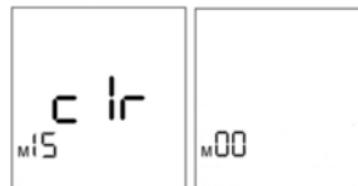

Fig. 11: Borrado de valores registrados
2. Espere hasta que en la pantalla se muestre [c lr] de forma intermitente (Fig. 11).
- ⇒ Se escuchará un aviso acústico y en la pantalla se mostrará [c lr] de forma continua (Fig. 11).
- ⇒ La señal acústica sonará tres veces y en la pantalla se mostrará [M00] (Fig. 11).